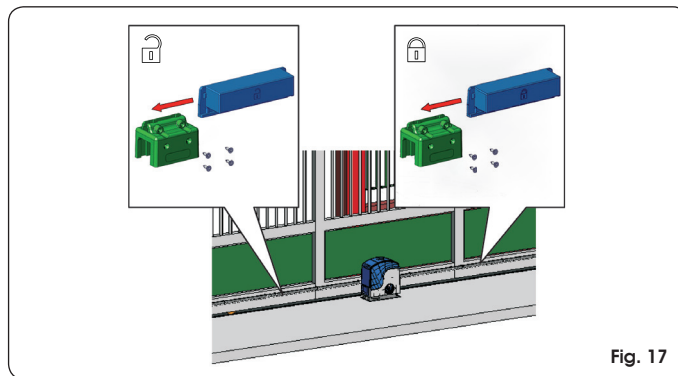

Fig. 17
De aandrijving is uitgerust met een magnetische eindschakelaar, die de motor van de poort het commando geeft te stoppen op het moment waarop de magneet, die in het bovenste deel van de tandheugel is bevestigd, de sensor activeert. De bij de aandrijving geleverde magneten hebben een specifieke polariteit, en schakelen slechts één contact van de sensor in, het contact voor het sluiten of die voor het openen. Op de magneet die het contact voor het openen van de poort inschakelt is een open slot afgebeeld, en omgekeerd, op de magneet die het contact voor het sluiten van de poort activeert staat het symbool van een gesloten slot (zie Fig. 17). Handel als volgt om de twee eindschakelaarmagneten op correcte wijze te plaatsen:
- ① Monteer de twee magneten zoals aangegeven op het bijgevoegde blad en op afb. 17.
- ② Zet de aandrijving op handmatige bediening zoals aangegeven in hoofdstuk 8, en schakel de voeding naar het systeem in.